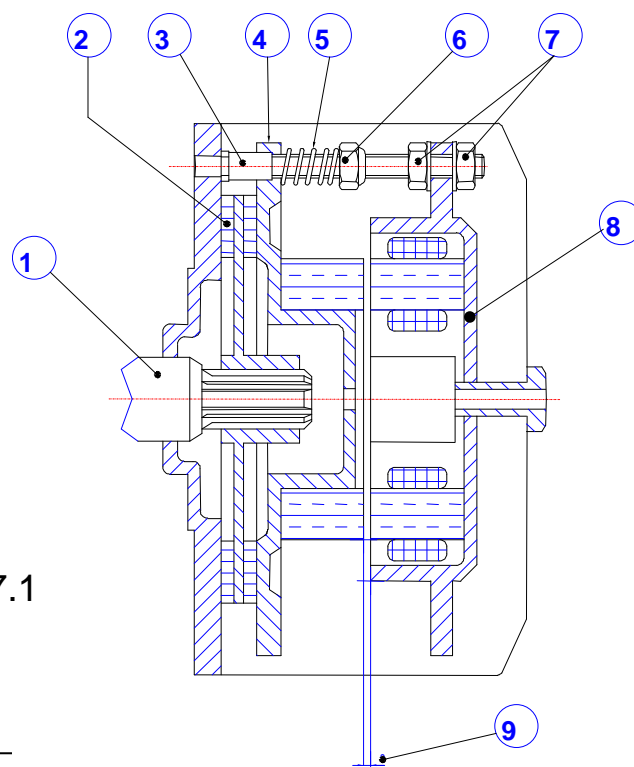

Fig. 7.1
- A.** Cuando el freno está alimentado, el electroimán (Fig. 7.1 Ref. 8) vence la fuerza de los resortes (Fig. 7.1 Ref. 5) y atrae el núcleo móvil (Fig. 7.1 Ref. 4), y permite al árbol motor de girar libremente.
- B.** Cuando el electroimán (Fig. 7.1 Ref. 8) no está alimentado, el núcleo móvil, empujado por los resortes (Fig. 7.1 Ref. 5), interviene presionando el disco (o los discos) de freno (Fig. 7.1 Ref. 2), bloqueando de tal manera la rotación del árbol motor.
El par de frenado resulta proporcional a la compresión de los resortes (Fig. 7.1 Ref. 5) y puede regularse por medio de las tuercas autoblocantes (Fig. 7.1 Ref. 6); a mayor compresión de los resortes, corresponde un mayor par de frenado.
La distancia entrehierro (Fig. 7.1 Ref. 9), entre el electroimán (Fig. 7.1 Ref. 8) y el núcleo móvil (Fig. 7.1 Ref. 4), debe ser de 4 décimi de millímetro para todo tipo del freno; se aconseja comprobar periódicamente este valor, puesto que, debido al desgaste de los forros de freno (Fig. 7.1 Ref. 2), tiende a aumentar. Para restablecer el valor del entrehierro se maniobran las tuercas (Fig. 7.1 Ref. 7).